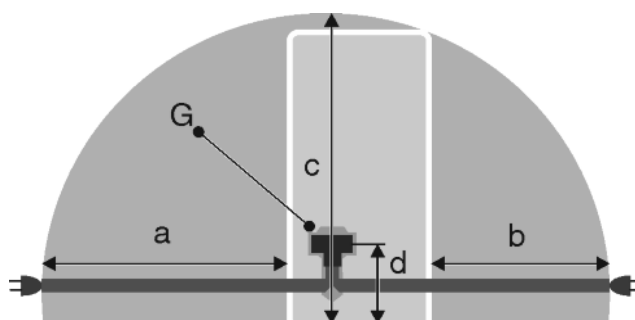

Fig. 25
- La prise de courant est en dehors de la zone postérieure de l'appareil dans la zone concernée. *Fig. 25 (a, b, c)*
- ▶ Introduire la fiche de l'appareil *Fig. 25 (G)* au dos de l'appareil. Veiller à ce qu'elle s'introduise correctement.